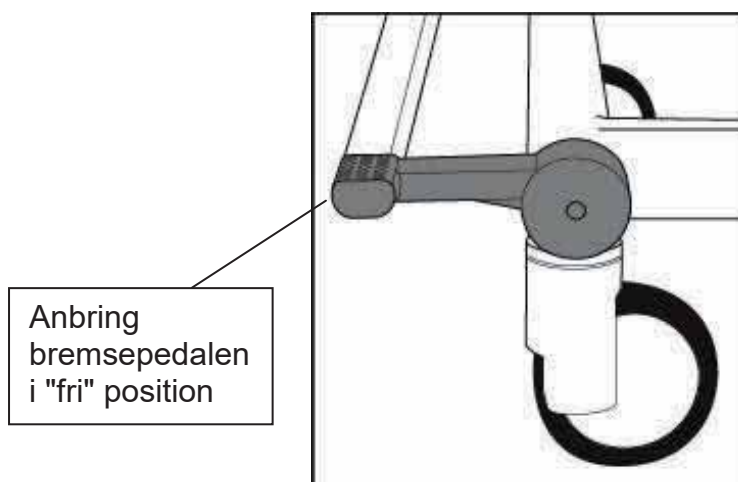

Fig. 2 - Fri position
2. Kontrollér, at bremserne er låst op, og at bremsepedalen er i "Fri" position. **(Se fig. 2)**